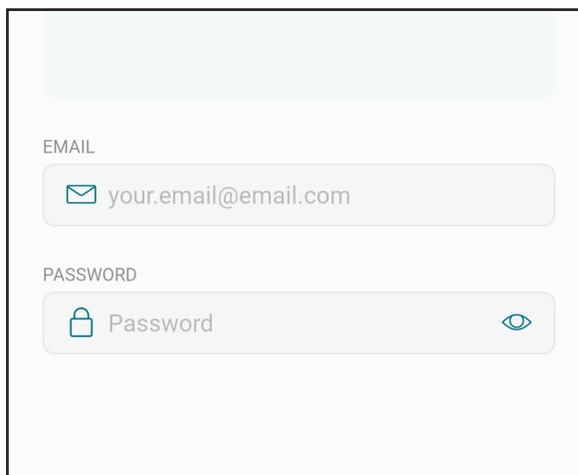

Figure 9. Connexion à l'appli mobile Raymote
3. Ouvrez l'appli mobile Raymote et connectez-vous avec votre nom d'utilisateur et votre mot de passe, voir Figure 9.